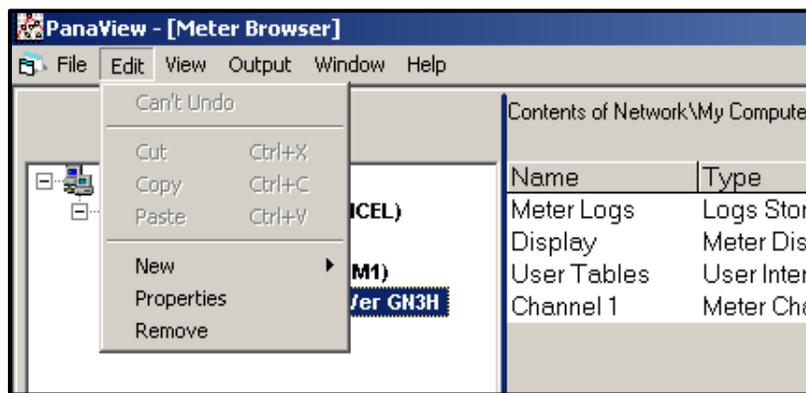

Figura 26: Opción Propiedades en el Menú Edición
2. Abra el menú Edición y seleccione la opción Propiedades, como se muestra en la Figura 26.